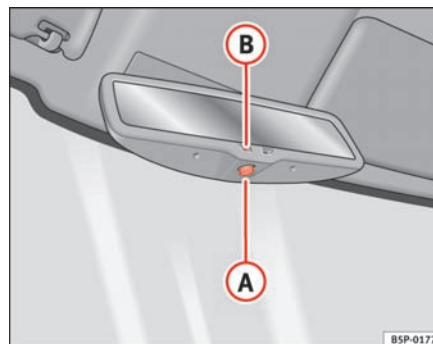

Fig. 88 Bakspejl med automatisk afblænding
- Tryk på knappen **A** ⇒ fig. 88. Advarselslampen **B** slukker.
- Tryk på knappen **A** ⇒ fig. 88. Advarselslampen tænder.